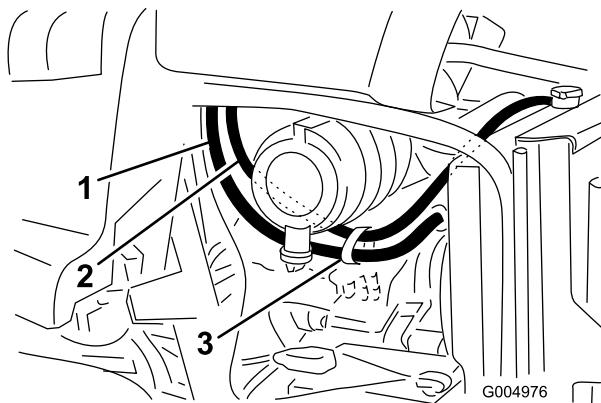

Figura 14
12. Fixe a mangueira no encaixe em T com uma braçadeira de tubos (Figura 14).
- Passe o tubo por detrás do radiador por cima do depósito de fluxo, até ao lado direito do radiador, pela parte superior do radiador para o lado esquerdo e por baixo do filtro de ar, conforme indicado na Figura 14.